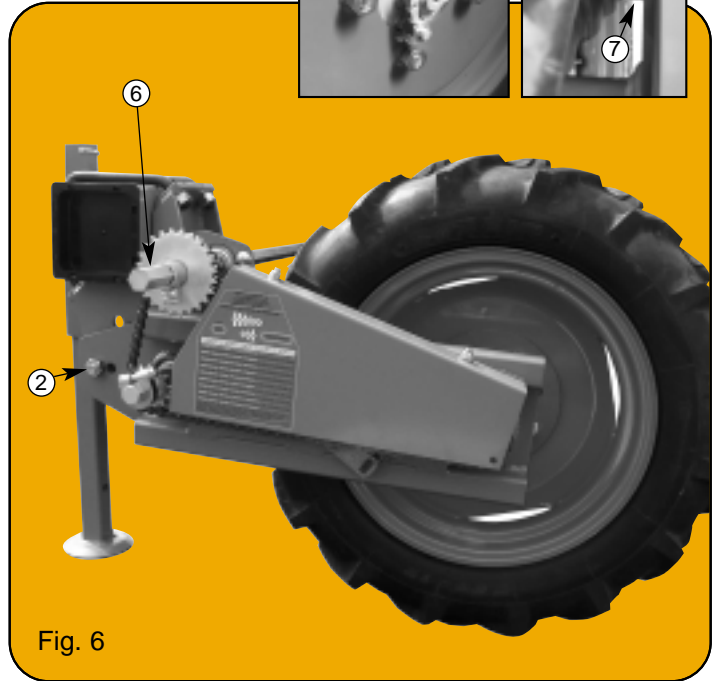

Fig. 6
- Combination version with incorporated spacing gearbox (fig. 6).
- kombinierte Version mit eingebautem Wechgelgetriebe (Fig. 6).
- Versión combinada con caja de distancias incorporada (fig. 6).